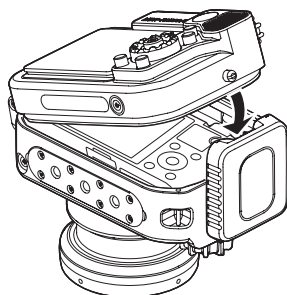

図3
- リアケースを開けた状態で、ハウジング内側を下にして机などに置かないでください。リアケースの突出しているパーツが曲がったり破損する恐れがありますのでご注意ください。(図3)